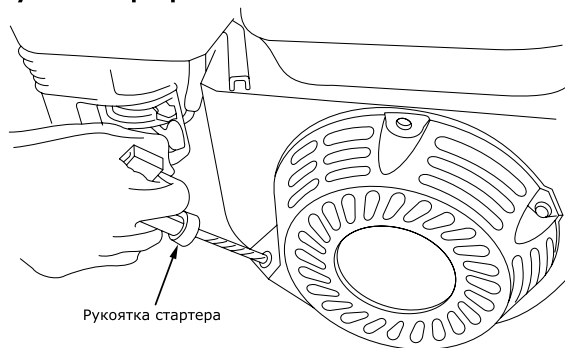

Рис. 9
- Не допуская возврата ручки обратно продолжайте быстро тянуть ручку на полный взмах руки. Медленно (с натягом шнура) верните ручку в начальное положение (рис. 9).